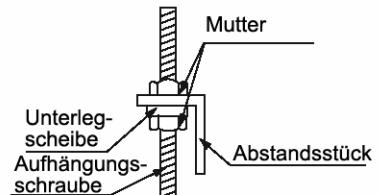

Abb. 5
- (1) Verwenden Sie zur Aufhängung des Innengeräts entsprechend geeignete Aufhängungsbolzen mit Sicherung.
- (2) Richten Sie das Innengerät mit Hilfe einer Wasserwaage aus, da andernfalls Flüssigkeit austreten kann (siehe Abb. 5).